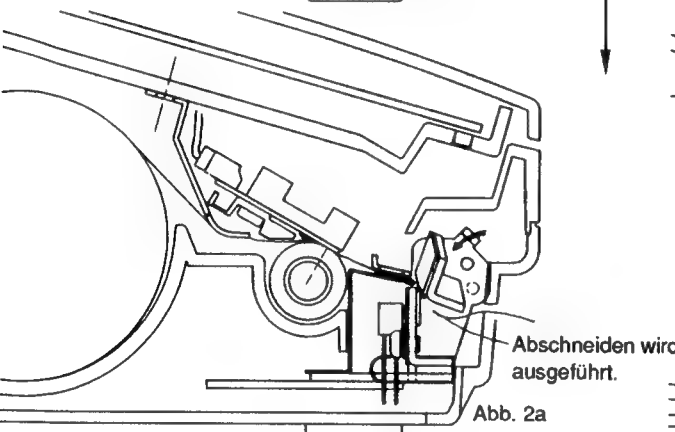
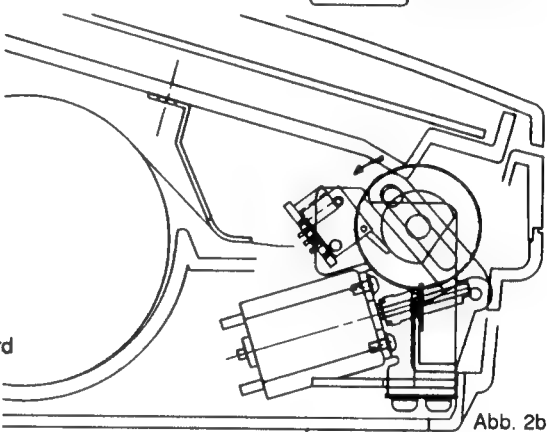

Abb. 2a
Abb. 2b
- (2) Während das Abscheider-Antriebszahnrad durch den Motor gedreht wird, bewegt sich der Abscheiderhebel wie in Abb. 2b gezeigt. Gleichzeitig wird die Abscheiderklinge zusammen mit dem Abscheiderhebel abgesenkt, und das Abscheiden beginnt. (Abb. 2a)